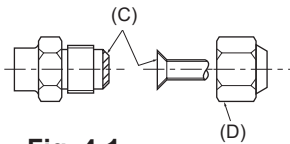

Fig. 4-1
(A) (Fig. 4-1)
(B) (Fig. 4-1)
### 4.2. Forbindelsesrør (Fig. 4-1)